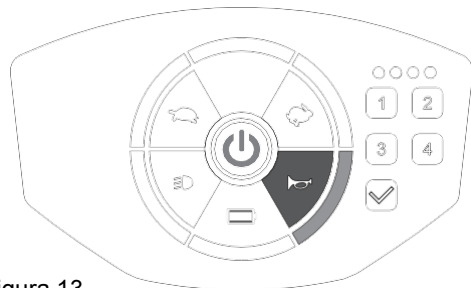

Figura 13
- Prima o botão da buzina para fazer soar a campainha. O som e a luz da campainha irão durar até soltar o botão da buzina. (Figura 13)